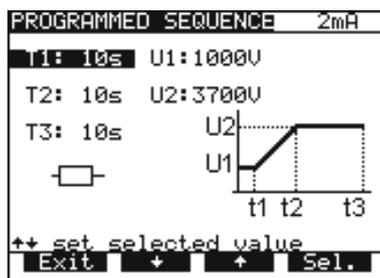

Fig. 12. Il timer T1 è selezionato, utilizzare i tasti $\uparrow \downarrow$ per cambiare i valori
- Premere il tasto **U/T** per cambiare i valori di U e T. Il valore **T2** corrisponde al tempo da **t1** a **t2** e il valore **T3** rappresenta il tempo da **t2** a **t3**. (fig. 12). Viene visualizzato il menu per selezionare e modificare i valori, fare riferimento alla figura seguente: